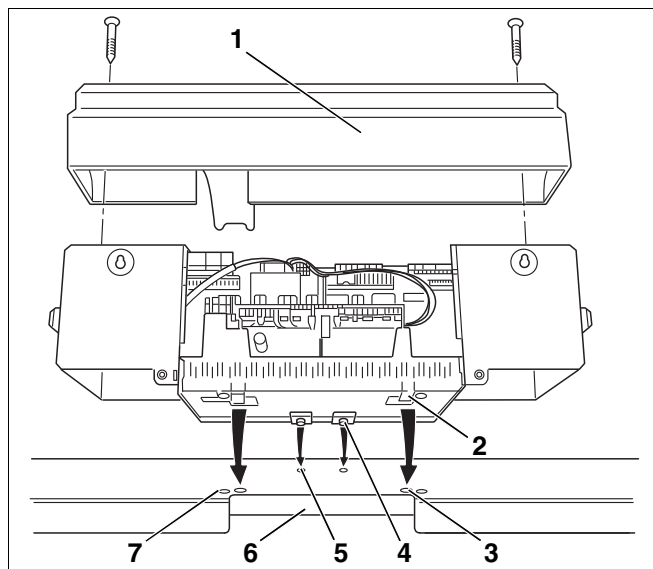
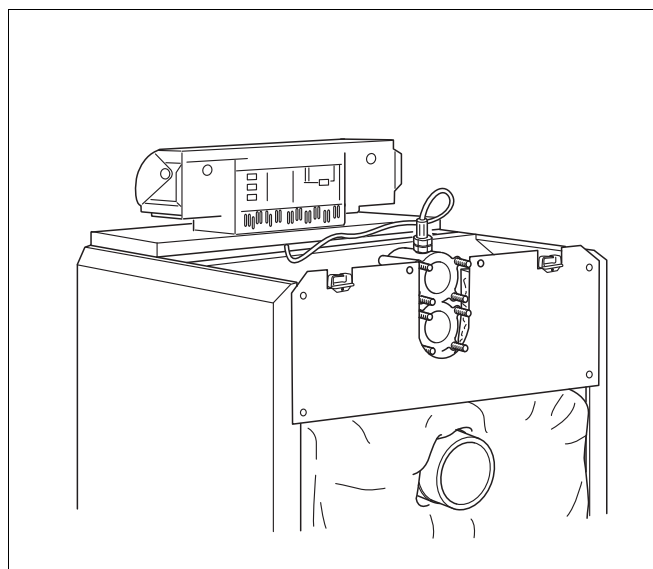

Fig. 43 Montaggio apparecchio di regolazione
Fig. 48 Caldaia con regolatore montato
Nella fig. 43 sono rappresentati l'apparecchio di regolazione e la copertura anteriore visti da dietro.
- Allentare entrambe le viti della copertura morsettieria (fig. 43, [1]). Rimuovere la copertura del morsetto dall'alto.
- Sistemare l'apparecchio di regolazione. Inserire l'apparecchio di regolazione sul davanti con i ganci d'inserimento (fig. 43, [4]) nei fori ovali della copertura caldaia anteriore (fig. 43, [5]). Tirare in avanti l'apparecchio di regolazione e poi piegarlo all'indietro. I ganci elastici (fig. 43, [2]) devono scattare dietro nelle aperture rettangolari della copertura anteriore della caldaia (fig. 43, [3]).
- Fissare lo zoccolo dell'apparecchio di regolazione a destra e a sinistra del passaggio cavi (fig. 43, [6]) sulla copertura anteriore della caldaia, con due viti autofilettanti (fig. 43, [7]).
- Riavvitare la copertura del morsetto (fig. 43, [1]) sullo zoccolo dell'apparecchio di regolazione con due viti autofilettanti (fig. 48).